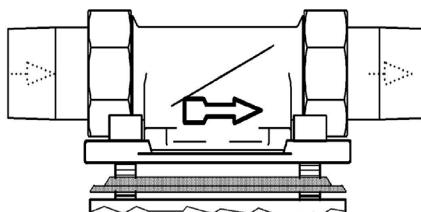

Figure 12. Bride rotative à encastrar
- sens d'écoulement (cf. Figure 12)